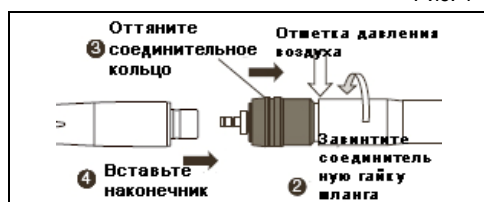

Рис. 2
- 1) Оттяните соединительное кольцо, как показано на рис. 2.
Установите отметку значения давления воздуха в позицию, отмеченную стрелкой на Рис. 1 и Рис. 2. Рекомендованные значения представлены в таблице в разделе «Технические характеристики». Не превышайте рекомендованных значений давления воздуха.